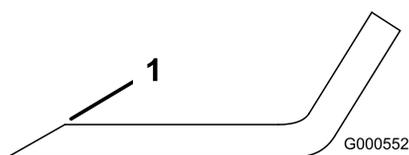

Рисунок 90
1. Заточите напильником режущую кромку на обоих концах ножа (Рисунок 90).
Примечание: Если нож не сбалансирован, удалите некоторое количество металла только с конца области загиба (Рисунок 90).